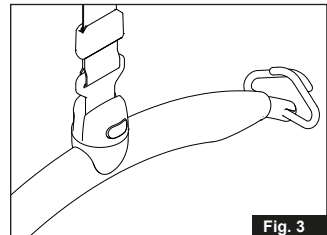

Fig. 3
3. Faites pivoter la fixation de la sangle en position verticale (Fig. 3).